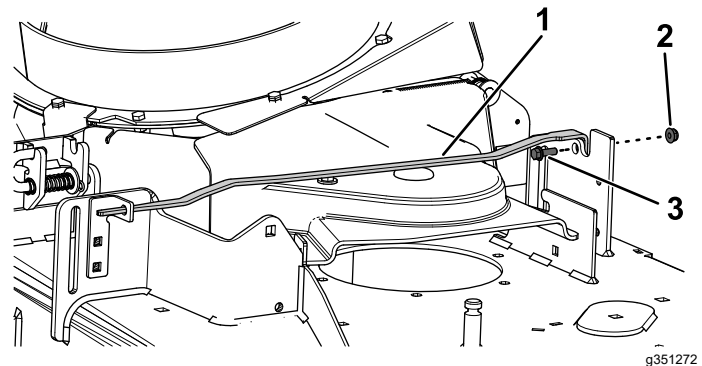

Figura 13
2. Sujete la varilla usando 1 perno con arandela prensada ($\frac{1}{4}$ " x $\frac{3}{4}$ ") y 1 contratuerca ($\frac{1}{4}$ "), como se muestra en la Figura 13.